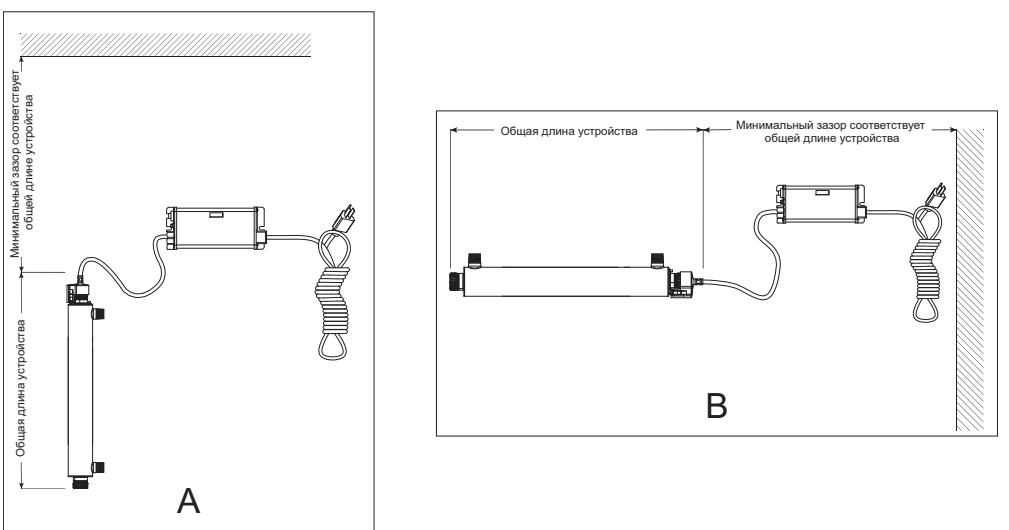

Рисунок 4 Установка системы дезинфекции — вертикальное и горизонтальное положение
2. Выберите подходящее место для установки системы дезинфекции и соответствующих компонентов. Поскольку рекомендуется установка GFCI, следует рассмотреть такую возможность до начала установки. Систему можно установить в вертикальном положении (входным портом вниз), как показано на Рисунок 4 А, или в горизонтальном положении, как показано на Рисунок 4 В. Однако наиболее предпочтительна установка в вертикальном положении. При выборе местоположения для установки оставьте достаточно места для снятия УФ-лампы и/или кварцевой трубы (как правило, оставляют достаточно места для самой УФ-камеры).